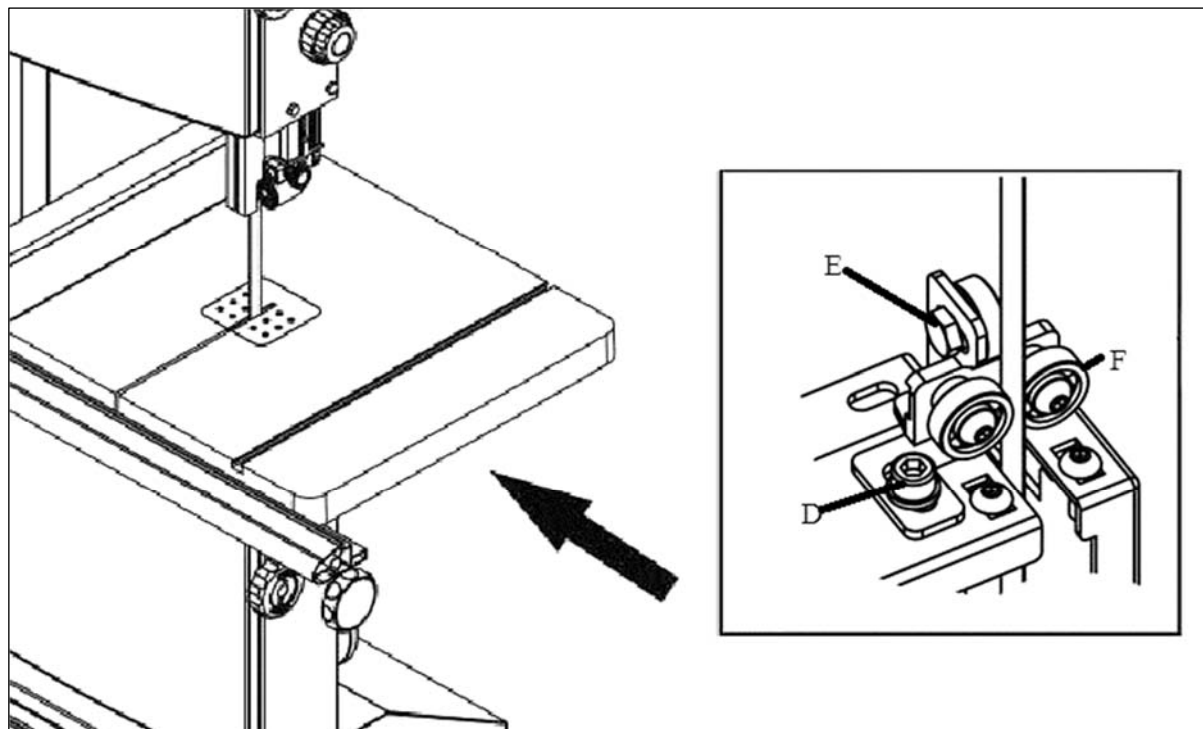

Рисунок 15.
- Ослабьте винт D (рис. 15) и сместите всю нижнюю направляющую пильного полотна, переместите подшипник направляющей на 1-2 мм от нижней части полотна. Затяните винт D.